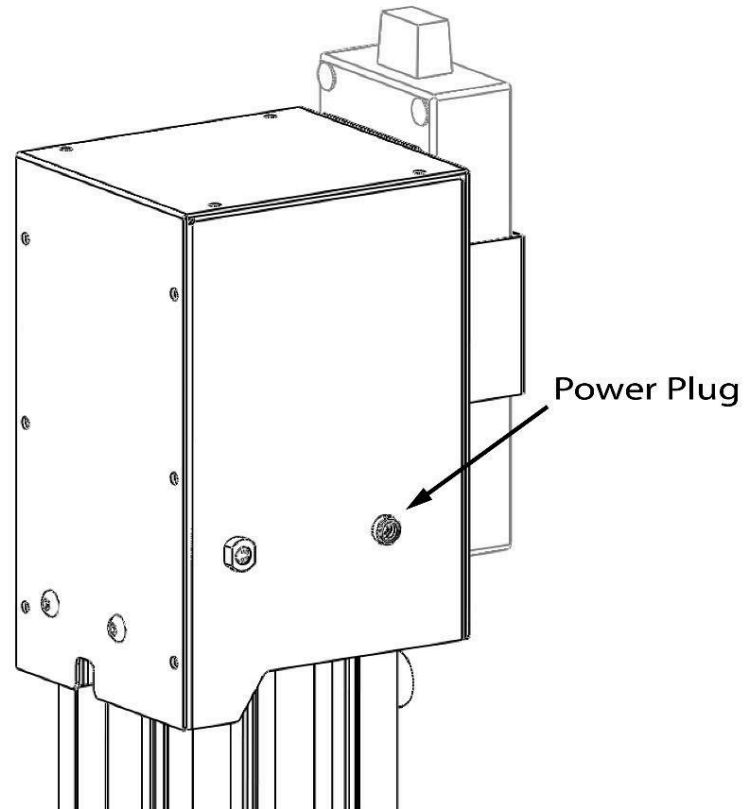

Figure 7 : Prise d'alimentation supérieure et support d'alimentation
12. Repérez le support d'alimentation électrique dans le boîtier d'alimentation et fixez-le soit au capot supérieur, soit au capot du moteur du support (selon la prise d'alimentation que vous utiliserez), à l'aide des vis M4 fournies dans le même boîtier et d'une clé hexagonale de 2,5 mm. Voir **les figures 7 et 8**.
13. Branchez le bloc d'alimentation dans une prise électrique et dans l'une des deux prises d'alimentation du support (**figures 7 et 8**).